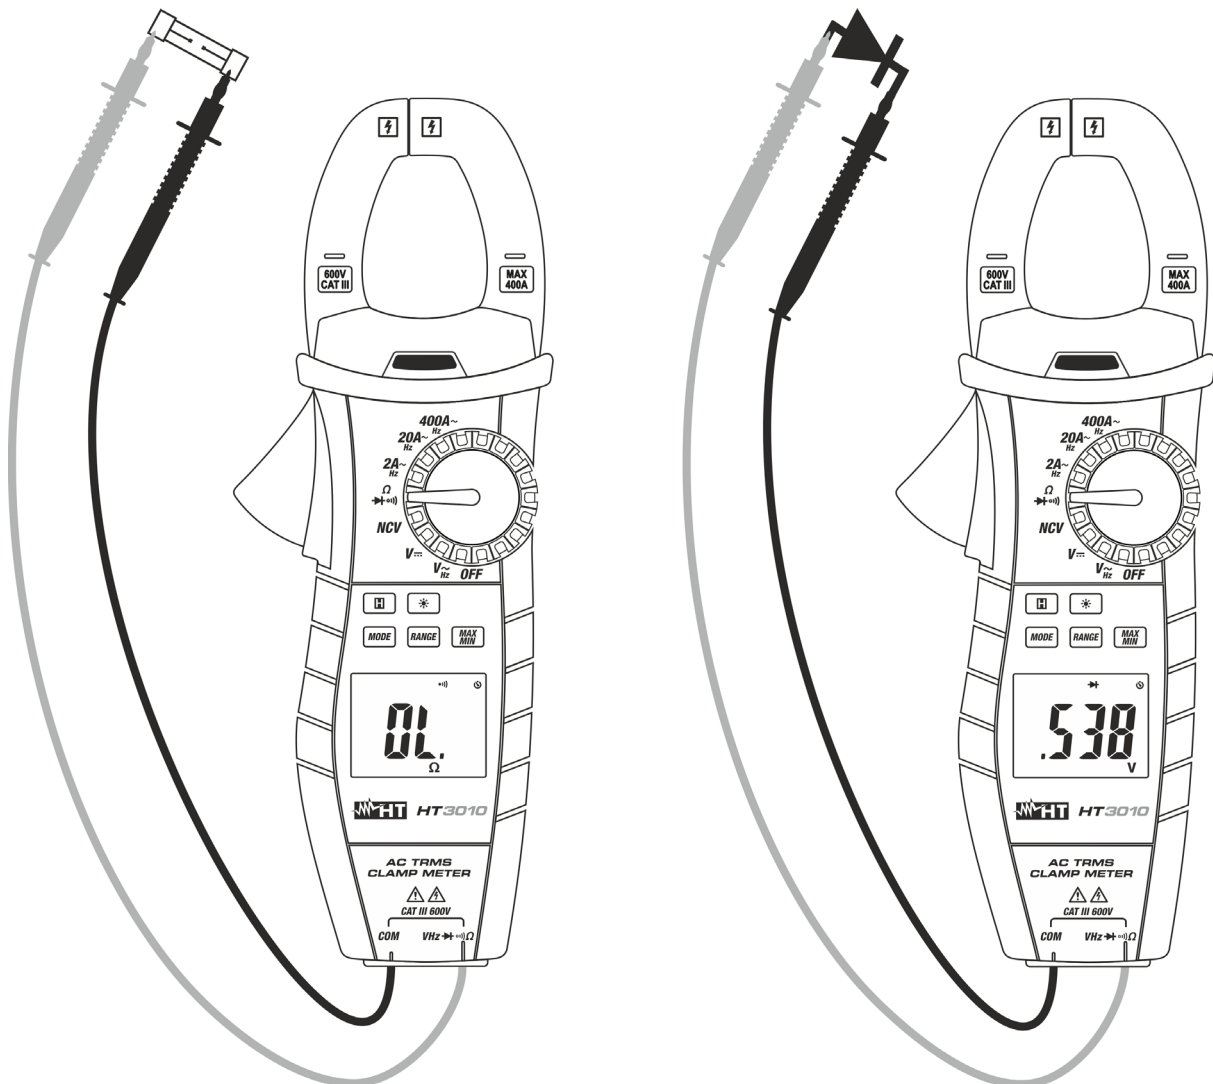

Fig. 7: Uso dello strumento per Test Continuità e Prova Diodi
3. Inserire il cavo rosso nel terminale di ingresso **V Ω Hz $\rightarrow \text{diode symbol}$** e il cavo nero nel terminale di ingresso **COM** ed eseguire il test di continuità sull’oggetto in prova (vedere Fig. 7– parte sinistra). Il cicalino emette un segnale acustico quando il valore della resistenza misurata è inferiore a 30 Ω
5. Connettere il puntale rosso all’anodo del diodo e il puntale nero al catodo in caso di misura di polarizzazione diretta (vedere Fig. 7 – parte destra). Invertire la posizione dei puntali in caso di misura di polarizzazione inversa